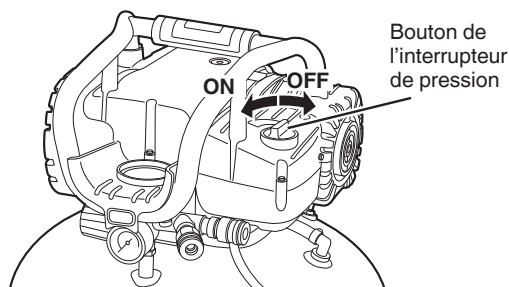
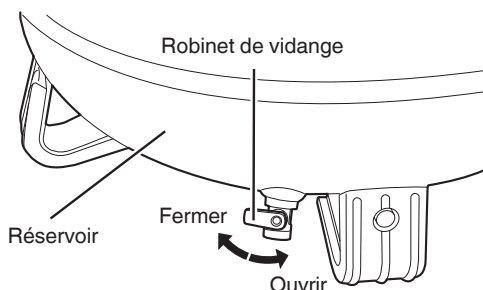

Fig. 2
Fig. 5
Vérifier que le sélecteur de l'interrupteur barométrique se trouve sur la position «OFF» (Fig. 2). Si l'on branche la ficha dans la prise alors que le sélecteur de l'interrupteur barométrique se trouve sur «ON», le compresseur se mettra en marche immédiatement, risquant de causer de graves blessures.
Insérez la fiche dans la prise et démarrez le compresseur au moyen du bouton de l'interrupteur de pression. (Voir Fig. 2).
- (1) Placez le bouton de l'interrupteur de pression sur la position « OFF ». (Voir Fig. 2).
- (2) Débrancher la fiche de la source d'alimentation.
- (3) Ouvrir le robinet de vidange qui se trouve sous la partie inférieure du réservoir (Fig. 5). La pression du réservoir doit être en dessous de 10 psi lors de la vidange du réservoir.
Vidanger le réservoir tous les jours ou toutes les 4 heures d'utilisation. Ouvrir le robinet de vidange et incliner le compresseur pour vider l'eau qui s'est accumulée (Voir Fig. 5). La pression du réservoir doit être en dessous de 10 psi lors de la vidange du réservoir.